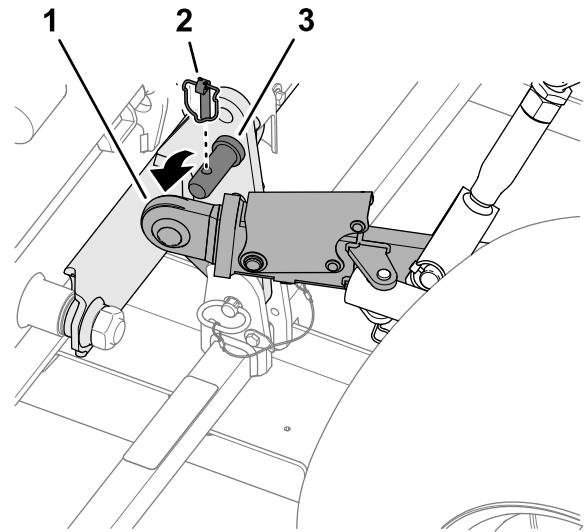

Bild 47
1. Entfernen Sie die beiden Klappstecker und schieben Sie die Unterlenker von den Anbauvorrichtungsstiften der Maschine (**Bild 47**).